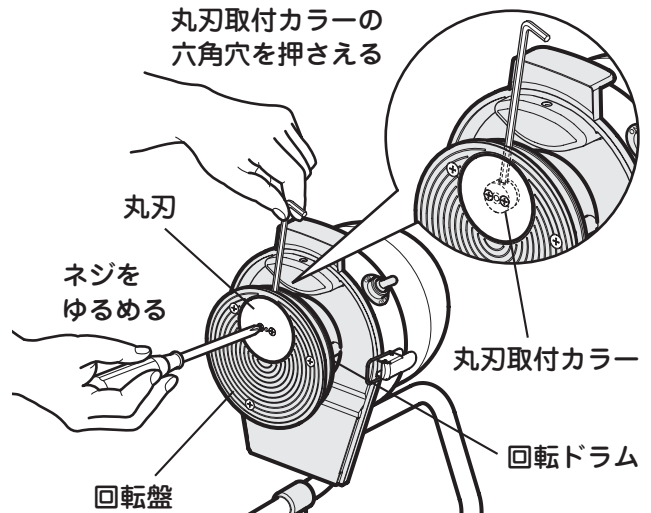

図1
② 丸刃が回らないように丸刃取付カラーの六角穴(イモネジ)に付属の六角レンチを差し込んで押さえてください。(図1)
③ 付属のドライバーで丸刃のネジ2本をゆるめてください(図1)